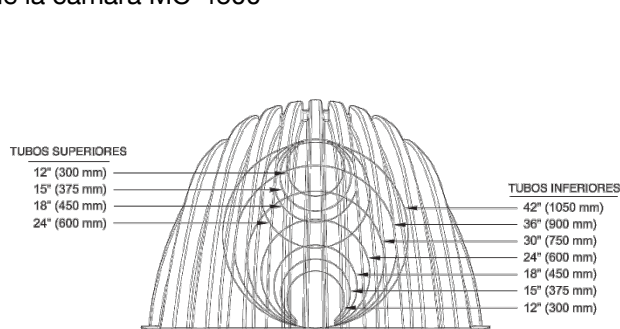

Figura 5. Guías de corte en la tapa MC-4500
- Las tapas tienen guías de corte para conectar en campo tubos de descarga de 300 a 1050 mm (12 a 42 pulg) de diámetro y guías de corte para tubos de 300 a 600 mm (12 a 24 pulg) para vertir agua al interior de las cámaras instaladas, mostradas en la Figura 5. Las tapas perforadas de fábrica incluyen una placa soldada en la parte superior del corte.